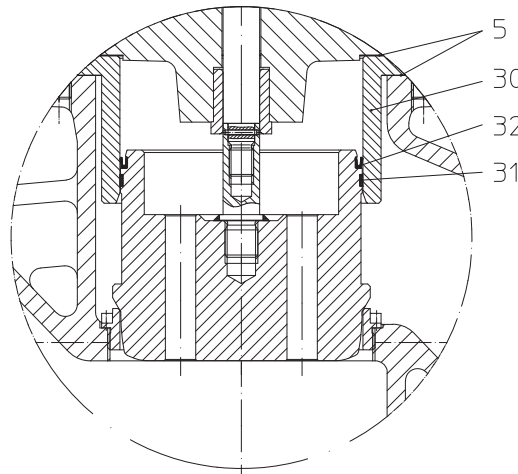

Fig. 11:
- Haciendo palanca, sacar de la ranura del cono la empaquetadura del émbolo desgastada (pos. 32) con una herramienta adecuada.
- Colocar la nueva empaquetadura del émbolo (pos. 32), atendiendo a que la posición de montaje sea la correcta (véase la Fig. 11).
- Cambiar faja de forzamiento (pos. 31).
- Limpiar la superficie de rodadura del casquillo guía (pos. 30); en caso necesario, allanar con un abrasivo suave.
- Renovar 2 juntas (pos. 5).
- Fijar mediante tuercas (pos. 10) y apretar en cruz. (Pares de apriete, véase Punto 7.3.1)